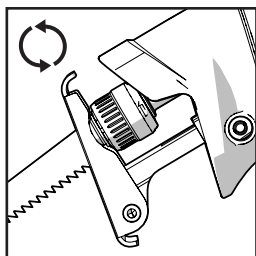

Fig. 1
- Ruotare la manopola di serraggio della lama in senso anti orario. (**Fig. 1**)